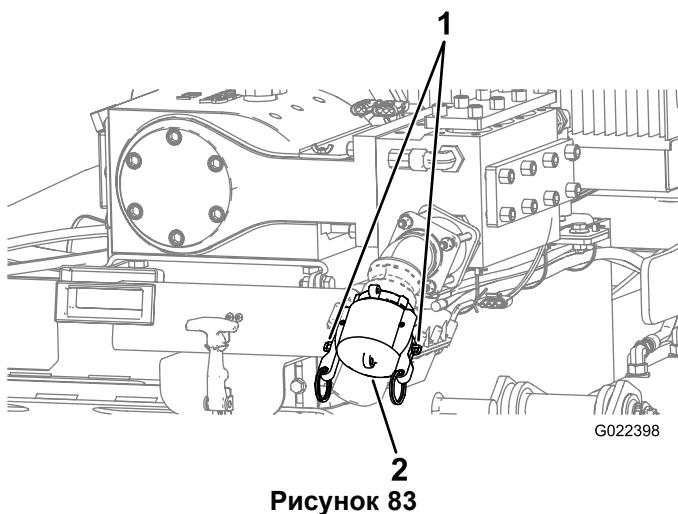

Рисунок 83
1. Поднимите рычаги с кулачковыми зажимами на выпускной крышки насоса и снимите крышку (Рисунок 83).